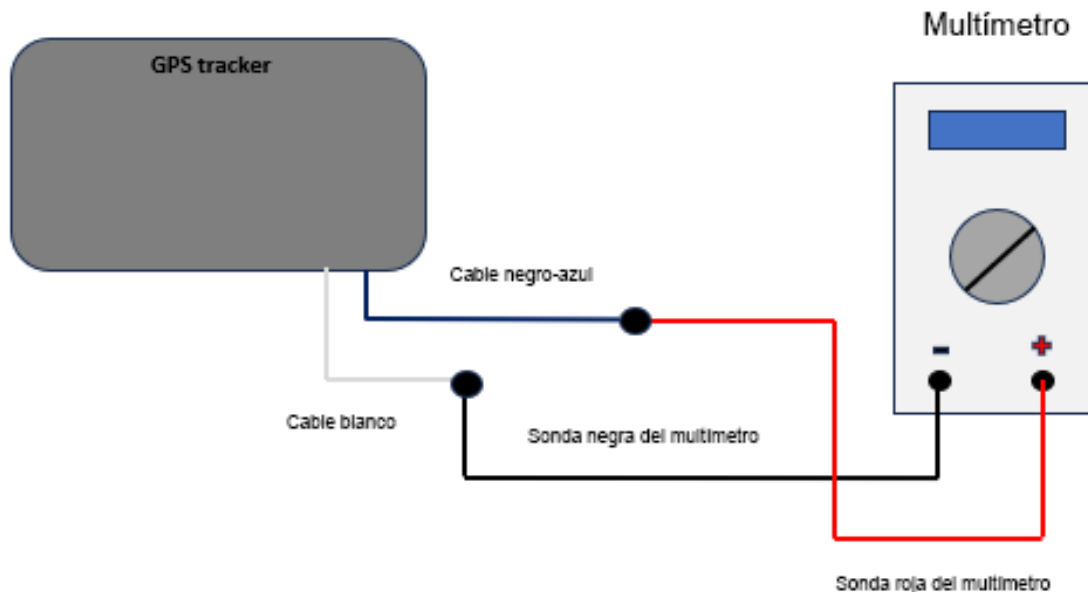

Fig.7 Diagrama de conexión
2. Monte el circuito de conexión de acuerdo con la "Fig. 7 Diagrama de conexión".
Si lo desea, puedo ayudarle con recomendaciones de seguridad, valores de resistencia esperados para una conexión correcta, o explicar el diagrama de cableado exacto de la "Fig. 7" según los manuales oficiales del GPS-tracker Omnicomm.